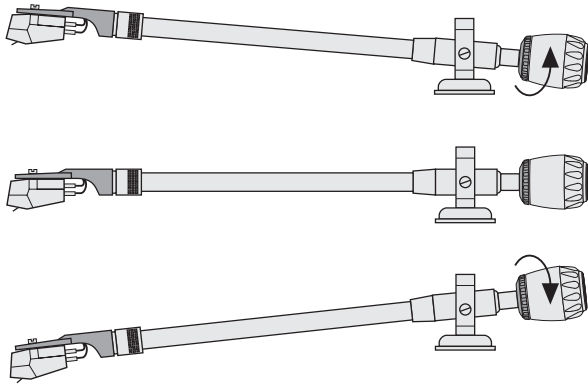

Abb. 3: Tonarm ausbalancieren
- 5 Führen Sie den Tonarm seitlich mit der linken Hand, damit die Nadel nicht am Plattenteller anstößt. Verdrehen Sie mit der rechten Hand das Gegengewicht so, dass der Tonarm genau waagrecht stehen bleibt und nicht nach oben oder unten schwingt (Abb. 3).